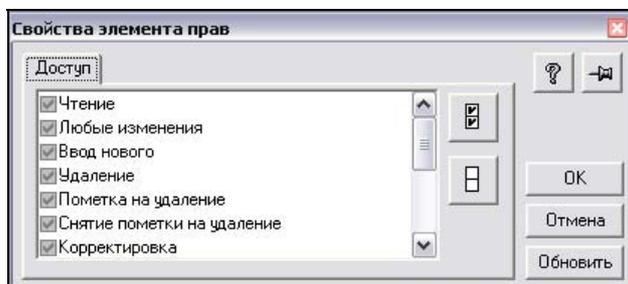

Рис. 5.68. Настройка прав доступа для документов
17. На рисунке мы видим уже знакомое нам дерево метаданных. Двойной щелчок по каждому из объектов открывает окно редактирования прав на работу с этим объектом. К примеру, сделаем двойной щелчок на объекте **Документы**. Будет выведено следующее окно (рис. 5.68).
Здесь мы видим общие права доступа пользователя для **ВСЕХ** документов. Поэтому флажки затенены — доступы есть не для всех документов, чтобы узнать, для каких есть и какие — нужно открыть ветку документов и выбирать интересующие двойным щелчком. Закроем окно, изображенное на рис. 5.68 кнопкой **Отмена** и откроем в дереве метаданных ветку документов.